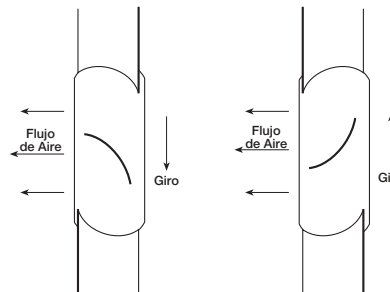

Figura 7 — Calcomanía de Giro
12. Se debe comprobar la dirección de giro de la hélice encendiendo momentáneamente la unidad. El giro se debe realizar en la misma dirección que indica la calcomanía de giro puesta en la unidad o según se muestra en la Figura 7. Para las instalaciones trifásicas, el giro del ventilador se puede invertir intercambiando dos de los tres conductores eléctricos. Para las instalaciones monofásicas, siga el diagrama de cableado que se encuentra en el motor o consulte la Figura 13.
2. Encienda el ventilador y apáguelo inmediatamente para revisar el giro de la hélice con la flecha direccional en el compartimiento del motor. Consulte la Figura 7.